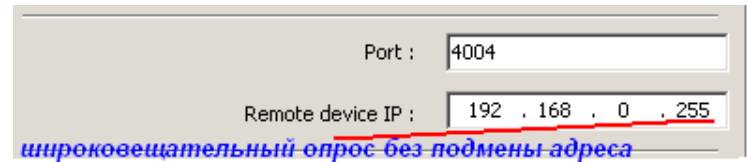

Рисунок 8.
- работа с использованием широковещательных пакетов, рисунок 8;